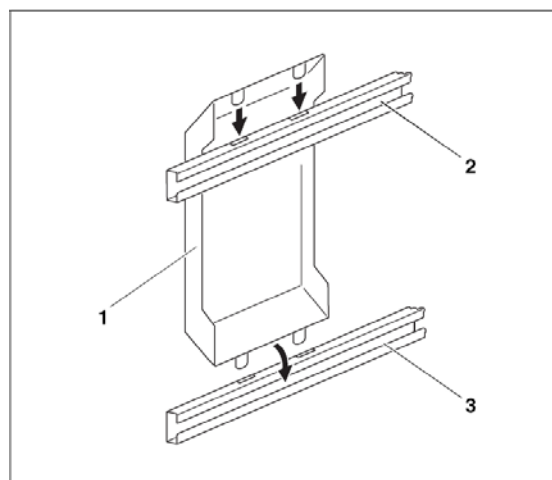
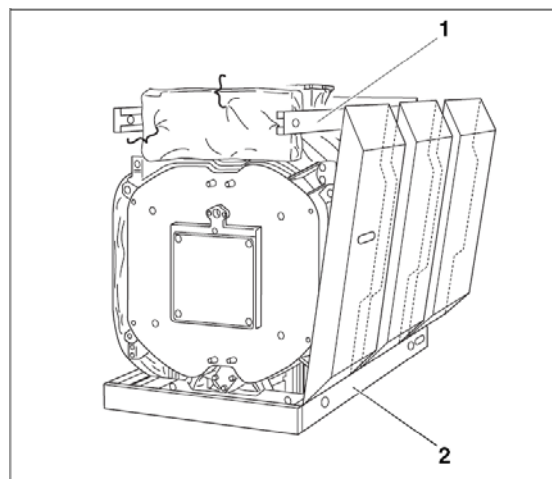

Fig. 41
Fig. 42
- Tryck in den främre sidokåpsektionen (Fig. 41, **pos. 1**), så att den nedersta böjen kommer in bakom den nedersta längdskenan (Fig. 41, **pos. 3**), lyft sektionen lite, och häkta dess tapp fast i spåren på den övre längdskenan (Fig. 41, **pos. 2**) (se också Fig. 42).
- Tryck in den nedersta böjen på de resterande sidoplåtarna in bak vid den nedre längdskenan (Fig. 42, **pos. 2**), lyft dem lite, och hålla fast dem med den övre böjen upp över den översta längdskenan (Fig. 42, **pos. 1**).